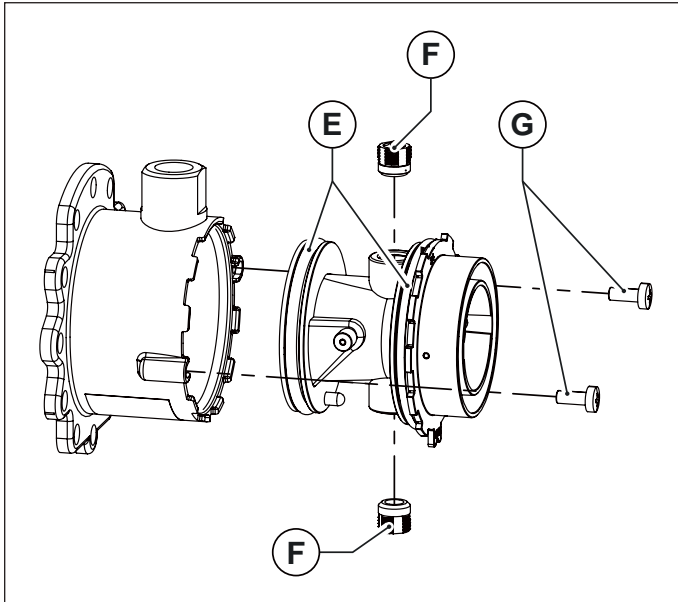
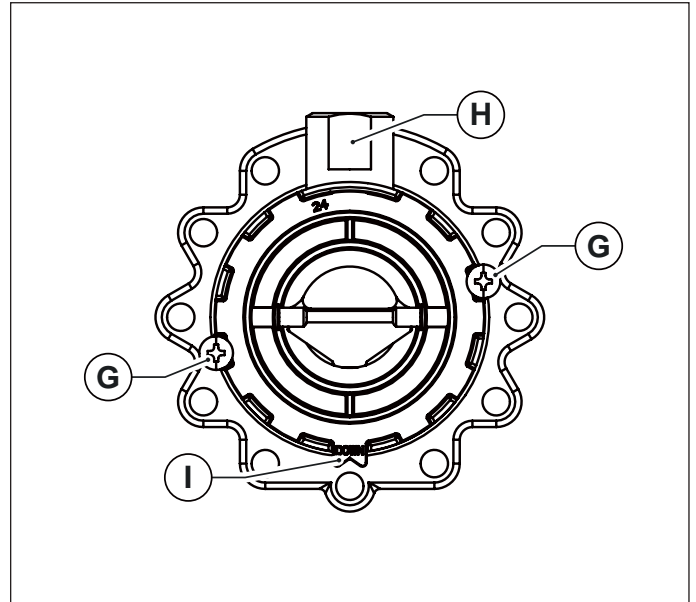

Fig. 43 Cuerpo de plástico del mezclador
Fig. 44 Orientación de montaje
- Extraer el cuerpo de plástico del mezclador, desatornillando los dos tornillos de fijación (ver Fig. 43 Cuerpo de plástico del mezclador).
- Desatornillar las dos boquillas del mezclador utilizando una llave Allen de 6 mm (ver Fig. 43 Cuerpo de plástico del mezclador).
- Volver a montar nuevamente el cuerpo de plástico (Venturi) introduciéndolo en el mezclador y atornillándolo con los tornillos de fijación, teniendo cuidado de no dañar las juntas tóricas que están montadas en los extremos del cuerpo de plástico (ver Fig. 43 Cuerpo de plástico del mezclador) y respetar la orientación del montaje (ver Fig. 44 Orientación de montaje).
- Montar el mixer ensamblado al ventilador con los tornillos Allen, teniendo cuidado de reposicionar la junta tórica de estanqueidad entre el mixer y el ventilador (ver Fig. 43 Cuerpo de plástico del mezclador).